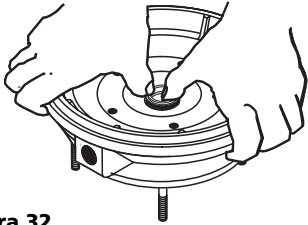

Figura 32
3. Coloque la arandela de cartón limpia en la cara del sello. Aplicando presión con los dedos pulgares, presione firmemente la mitad del sello de cerámica para encuadrarla en la cavidad del sello en la placa de estanqueidad (véase la Figura 32). La cara pulida del asiento de cerámica está arriba. Si el sello no se asienta correctamente, retírelo, y coloque el sello en el banco **con la cara orientada hacia arriba**. Limpie nuevamente la cavidad. El sello, ahora deberá asentarse correctamente.